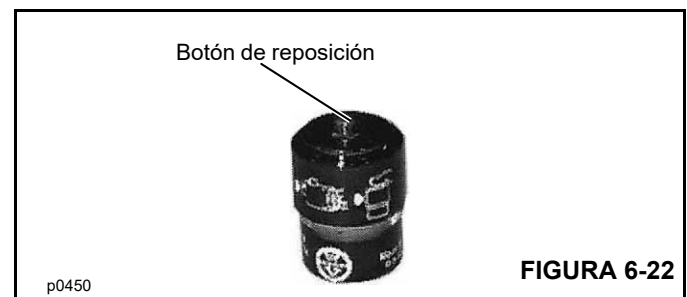

FIGURA 6-22
5. Reposicione el indicador de restricción del filtro de aire oprimiendo el botón de reposición (Figura 6-22).